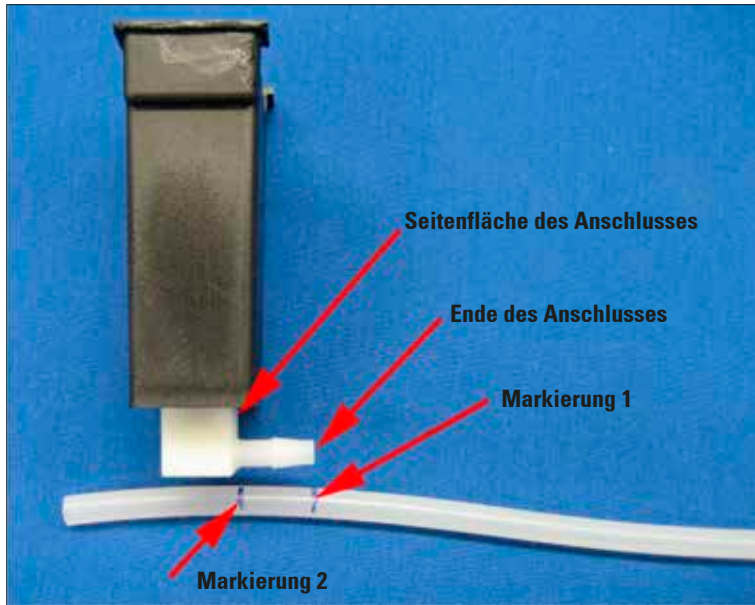

Abb. 25
- Die Markierung 1 am Ende des Anschlusses ausrichten und am Schlauch eine zweite Markierung ("Markierung 2") anbringen, die die Seitenfläche des Anschlusses kennzeichnet (Abb. 25).